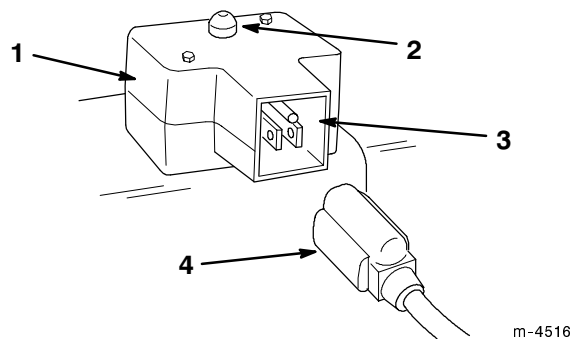

Figure 7
- **Démarrreur électrique** (Fig. 7)—Appuyez sur le bouton du démarreur pour mettre le moteur en marche.
- **Cordon d'alimentation** (Fig. 7)—Connectez le cordon au démarreur électrique et branchez-le dans une prise de courant avant de mettre le moteur en marche.
- A. Connectez le cordon d'alimentation à la déneigeuse (Fig. 7), et branchez-le dans une prise de courant standard.